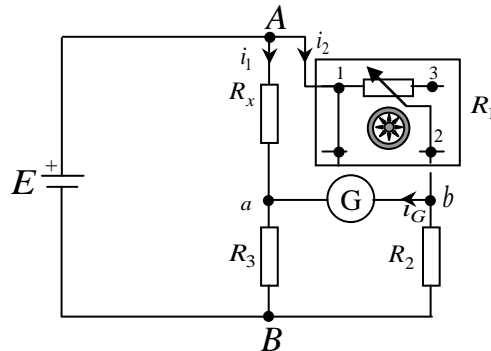

Figure 9.3. Pont de Wheatstone composé d'un potentiomètre et de résistances fixes
- Réaliser le montage de la Figure 9.3 et le faire vérifier.